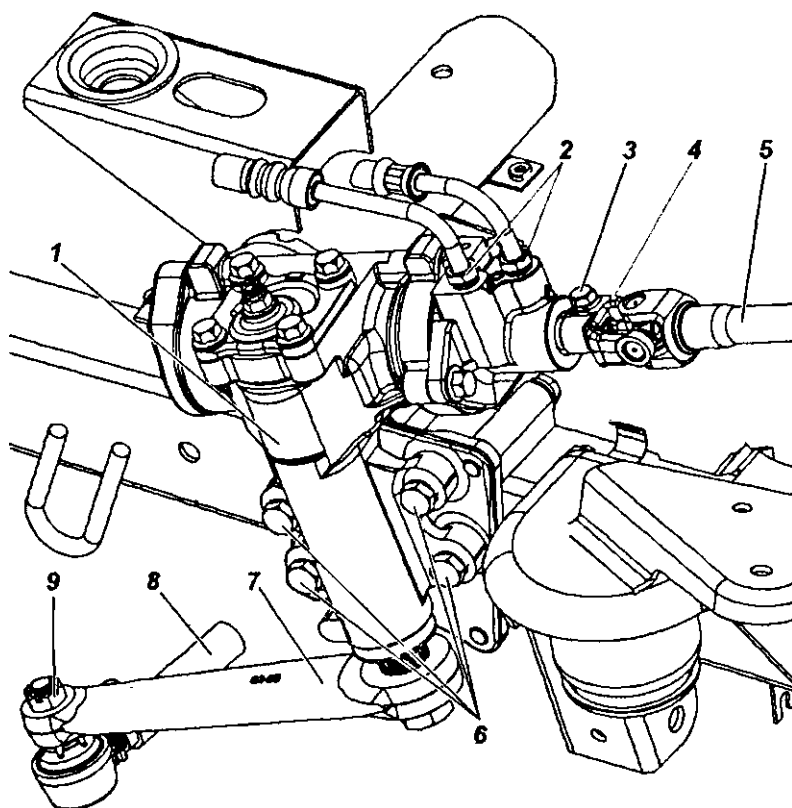

Рис. 12.3. Снятие рулевого механизма:
1. Отсоедините шланги от рулевого механизма 1 (рис. 12.3), отвернув штуцеры 2, и закрепите их так, чтобы предотвратить полное вытекание масла из гидросистемы или слейте масло в чистую посуду.
7. Установите тягу 8 (см. рис. 12.3).